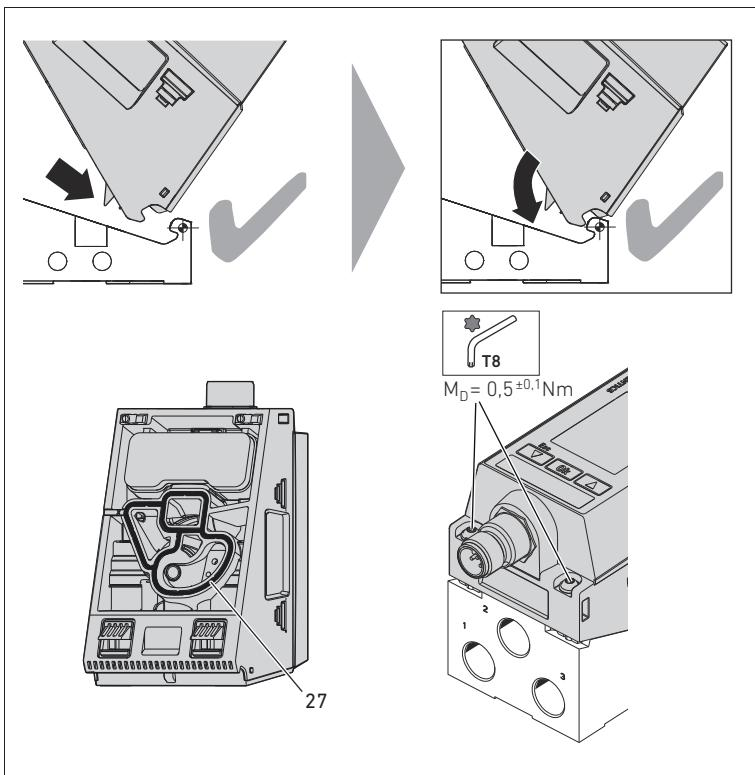

Fig. 9: Montage du régulateur de pression EV03 sur l'embase
- Positionner l'EV03 de biais sur l'axe de rotation (voir fig. 9).
- Déployer l'EV03 vers le bas de sorte qu'il soit positionné sur l'embase EV03. Ce faisant, veiller à un positionnement correct du joint (27) dans le régulateur de pression.